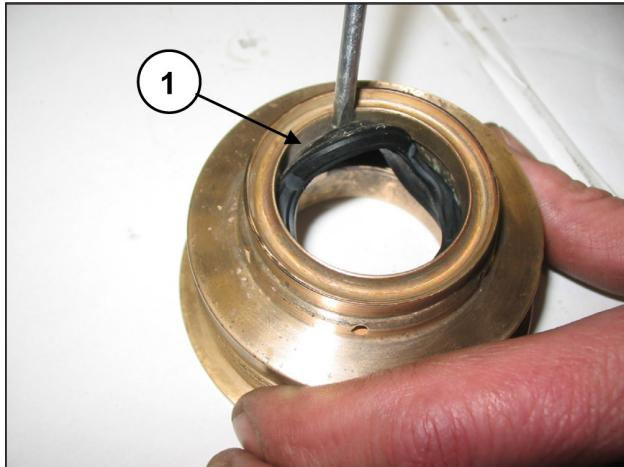

Fig. 173
Para quitar la junta de baja presión, es necesario utilizar un espesímetro o una herramienta que no dañe el alojamiento del soporte de la junta (pos. ①, Fig. 173).